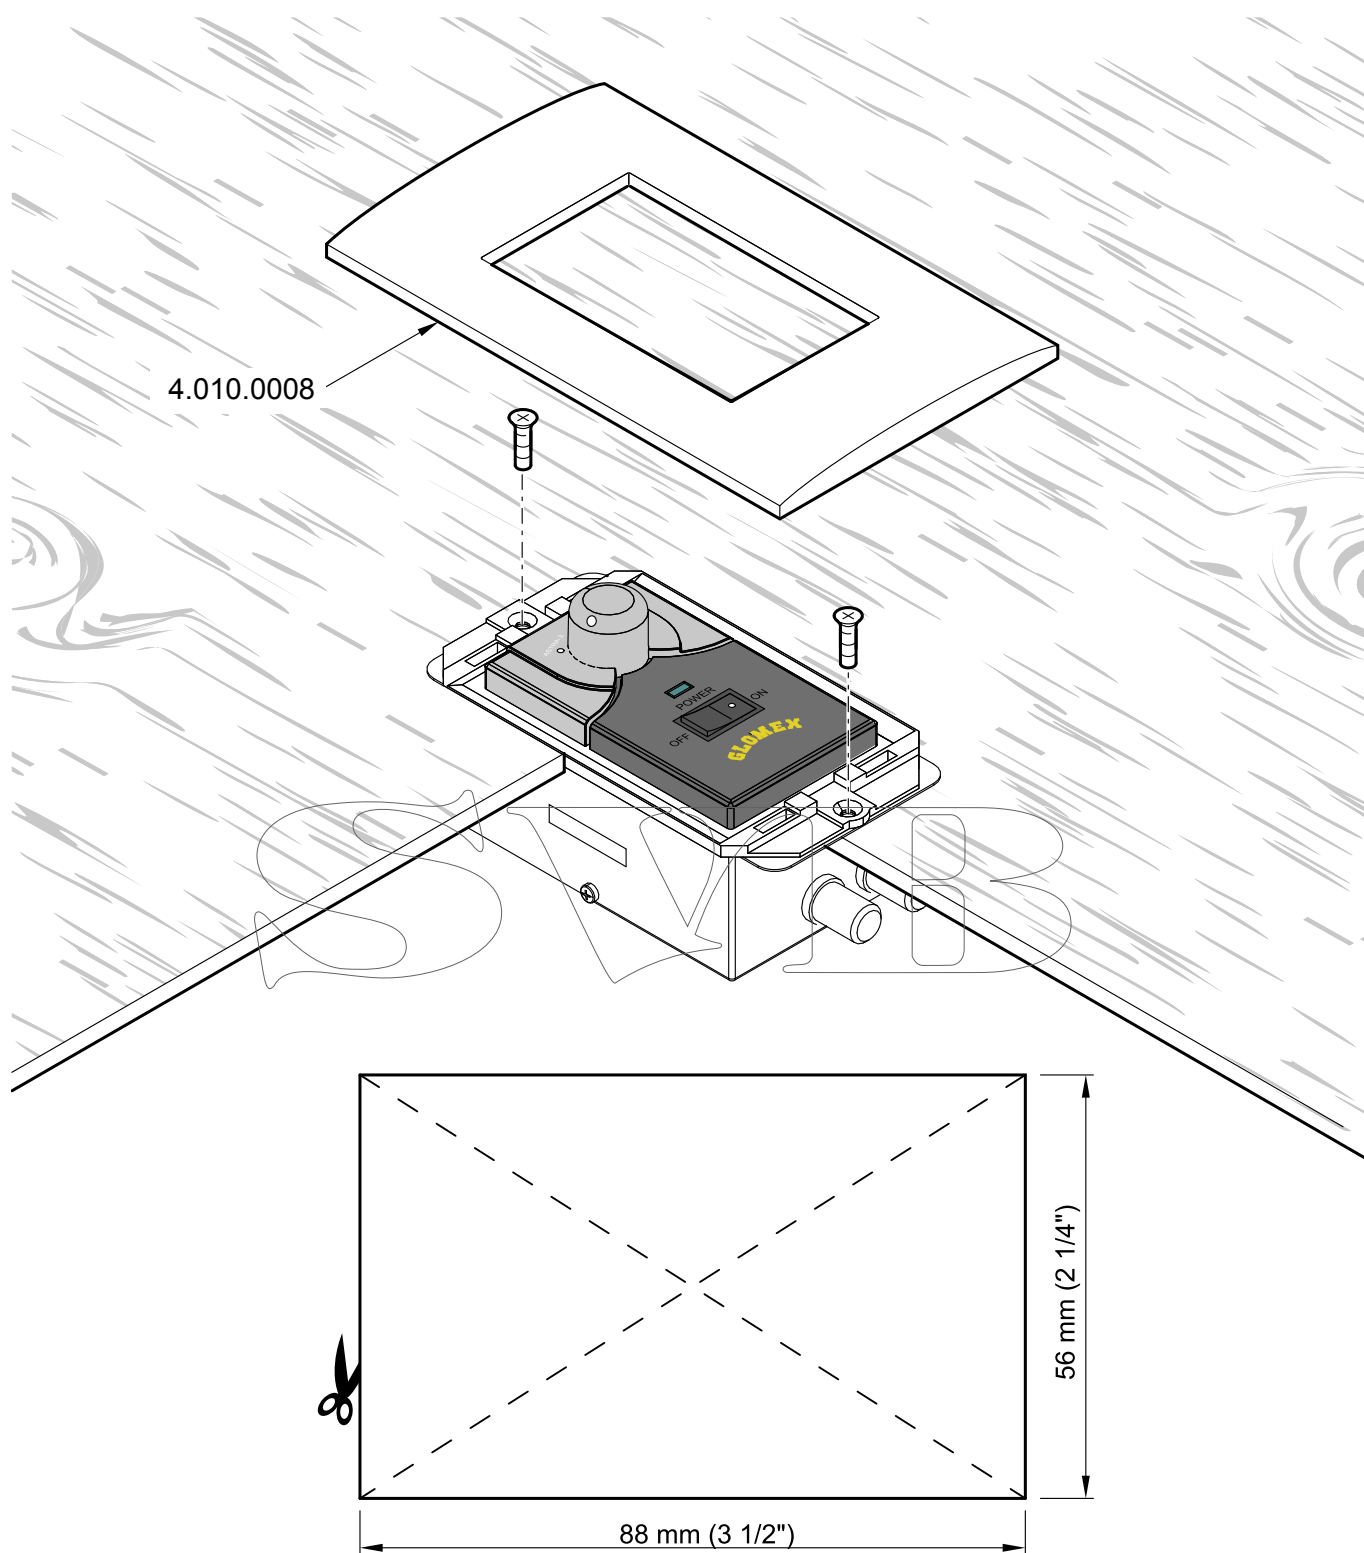

Fig. 17
- Installare ad incasso l'unità di controllo utilizzando l'accessorio GLOMEX (codice 4.010.0008) praticando un foro con un seghetto alternativo e utilizzando il trapano con punta da 2,5 mm (utilizzare la dima di foratura di Fig. 17 per le corrette dimensioni).